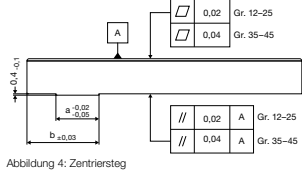

Abbildung 4: Zentriersteg
- alle angreifenden bzw. entstehenden Kräfte/Momente (dynamisch/statisch), (siehe Abbildung 4)
Hinweis zur Gestaltung der Anschlussplatte des Laufwagens: Für die bessere Ausrichtung bei der Montage besitzen die Rollenschuhe Zentrierrieten. Dafür bringt man einen Zentriersteg an der Anschlussplatte an (Abbildung 4). Die Maße für die Fertigung des Zentrierstegs sind in Tabelle 1 ersichtlich. Alle weiteren Maße, Toleranzen und Genauigkeiten der Führungen sind auf den jeweiligen Seiten angegeben.